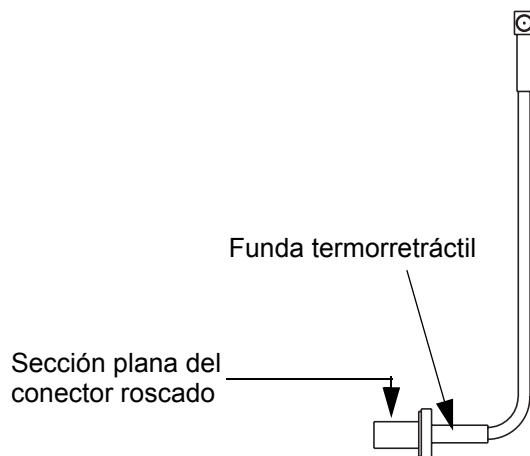

Figura 5-45 Curvatura en el conector de la antena de GPS
- a. Aplique una curvatura gradual de 90 grados al cable del conector de la antena de GPS. La curvatura debe ser en la misma dirección que la sección plana del conector roscado y debe realizarse después de la funda termorretráctil. Consulte la Figura 5-45.
- b. Oriente el conector de la antena de GPS como se muestra en la Figura 5-45 y empuje el conector a través de la abertura del chasis.